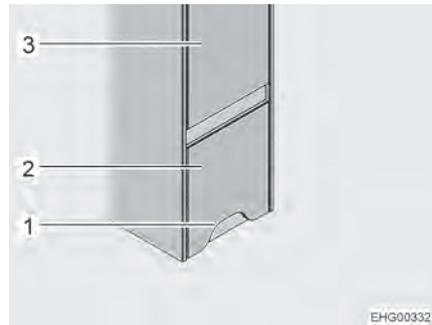
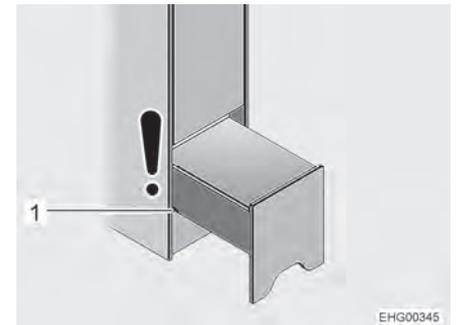

Fig. 79 Dispositivo de ascenso (cerrado)
Fig. 80 Dispositivo de ascenso (posición de noche)
El dispositivo de ascenso está instalado en el lado derecho del vehículo, debajo del armario ropero (Fig. 79,3) delante de la cama trasera.
- ▷ La puerta del cuarto de aseo se encuentra del lado opuesto del dispositivo de ascenso. Mientras que el dispositivo de ascenso sólo esté extraído parcialmente ("posición de noche", véase Fig. 80), todavía será posible abrir la puerta del cuarto de aseo. Si el dispositivo de ascenso está completamente extraído, para obtener acceso al compartimento de almacenamiento, ya no se podrá abrir completamente la puerta del cuarto de aseo.
- Agarrar el dispositivo de ascenso (Fig. 79,2) por el recorte (Fig. 79,1), levantarlo ligeramente y extraerlo hasta la primera ranura (Fig. 80,1) (posición de noche).